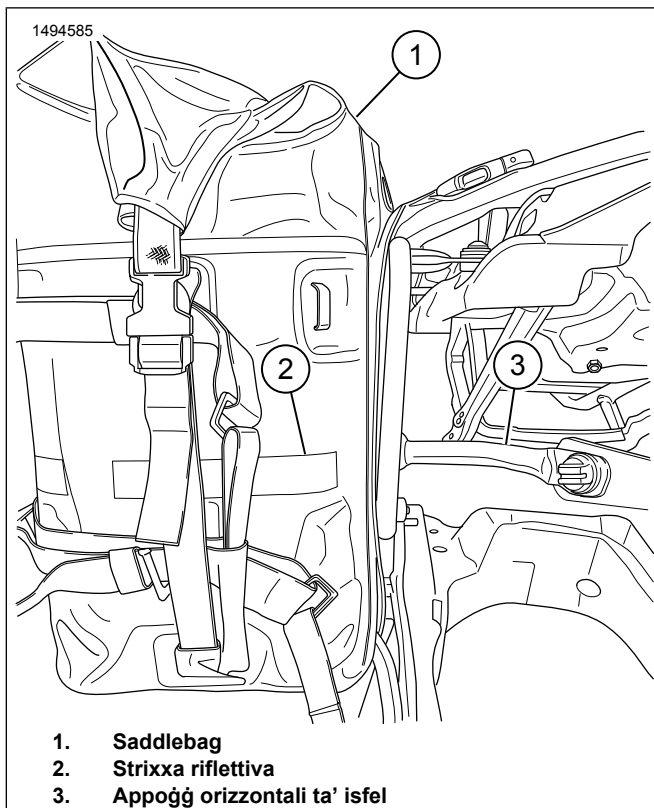

Figura 4. Installa s-Saddlebag
5. Figura 4 Allinja l-istrixxa li tirrifletti (2) fuq is-saddlebag mal-appoġġ orizzontali ta' isfel (3). Aġġusta ċ-ċineg kif meħtieġ.